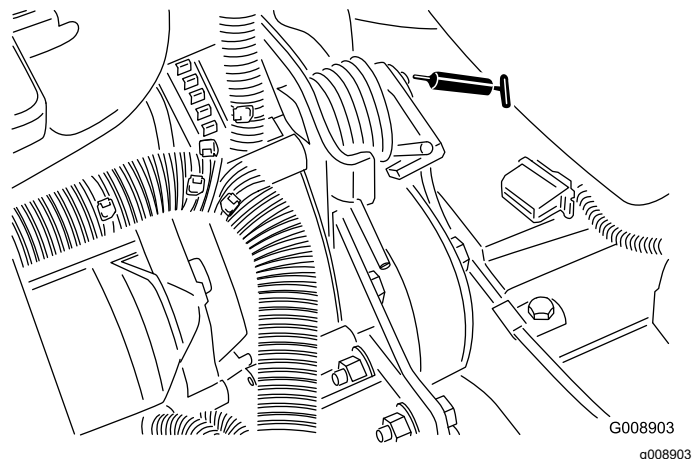

Рисунок 69
- Ось поворота механизма натяжения ремня (Рисунок 69)